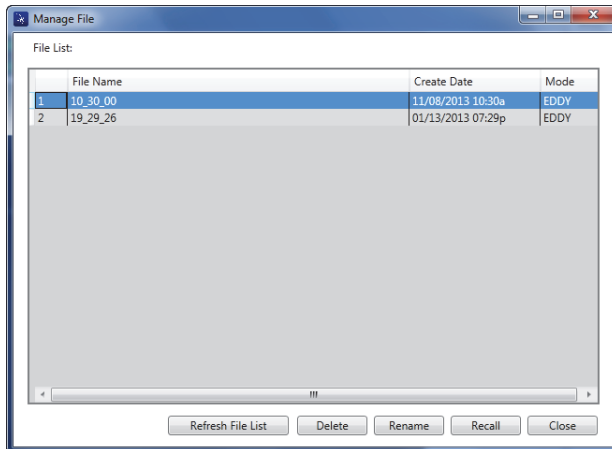

图 7-17 管理文件对话框
出现 **Manage File**（管理文件）对话框（参见第 188 页的图 7-17）。
1. 在 **Manage File**（管理文件）对话框中，选择要删除的文件，然后点击 **Delete**（删除）（参见第 188 页的图 7-17）。
1. 在 **Manage File**（管理文件）对话框中，选择要重命名的文件，然后点击 **Rename**（重命名）（参见第 188 页的图 7-17）。
1. 在 **Manage File**（管理文件）对话框中，选择要被调用的文件，然后点击 **Recall**（调用）（参见第 188 页的图 7-17）。
- ◆ 在 **Manage File**（管理文件）对话框中点击 **Refresh File List**（刷新文件列表）（参见第 188 页的图 7-17）。